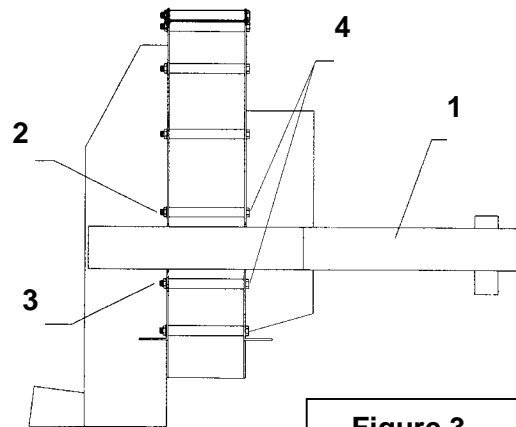

Figure 3
4. Du côté buse de la souffleuse à débris, il y a deux boulons (Fig. 3, items 2-3) et deux écrous (Fig. 3, item 4) en-dessous et au-dessus du tube (Fig.3, item 1). Retirer ces 2 boulons hex. 3/8" NC x 6 1/2" et ces 2 écrous à collerette 3/8" NC et les conserver à portée de la main.
1. Insérer une rondelle plate 7/16" sur chaque boulon pour fixer le support moteur à la souffleuse à débris à l'aide des boulons et écrous gardés à cet effet. Le support moteur doit être par dessus la plaque d'admission (item 3), l'encoche recouvrant le tube (fig. 3, item 1).